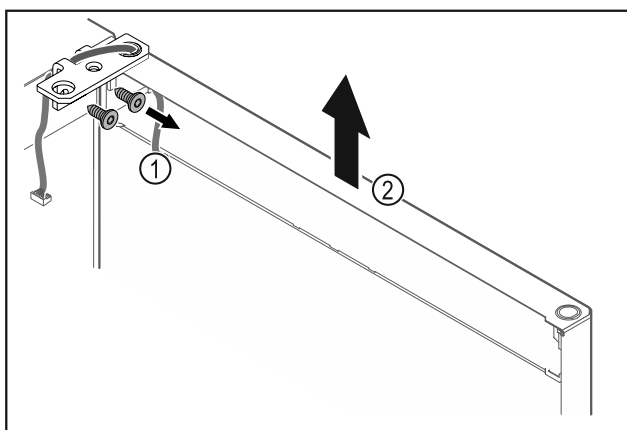

Fig. 24
- Skruva av gångjärnsfästet Fig. 24 (1).
- Lyft dörren rakt uppåt med gångjärnsfästet Fig. 24 (2) ca 200 mm och ta av den.